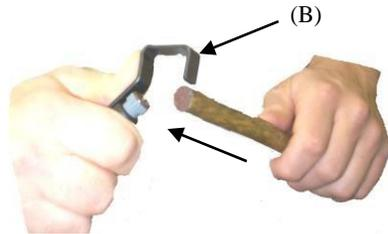

Fig. 2
**Paso 2.** (Fig. 2) Con un pulgar en la parte posterior del marco de la mandíbula superior (B), empuje la mandíbula superior hacia afuera, inserte el cable en la posición deseada y suelte la mandíbula superior.